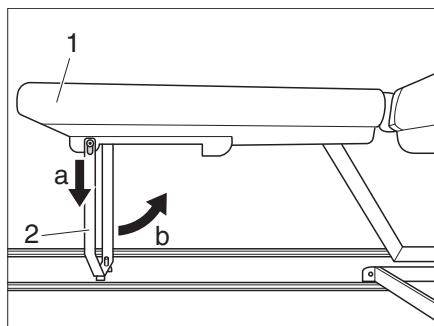

Figura 7 Plegar pies
- Presione la extensión de cama (Figura 7,1) hacia abajo (a), pliegue los pies (Figura 7,2) (b) y retire la extensión de cama.